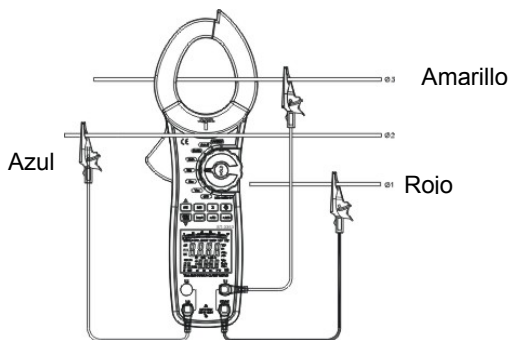

Figura 15
- Cuando se haga una medición trifásica tres conductores, mantenga SEL durante 5 segundos y el medidor muestra **303W**, presiones SEL de nuevo durante 5 segundos para salir de la fase trifásica de 3 conductores, conectando el medidor como en la figura 15.
En la figura 15 $\Sigma W = W2 + W3$.